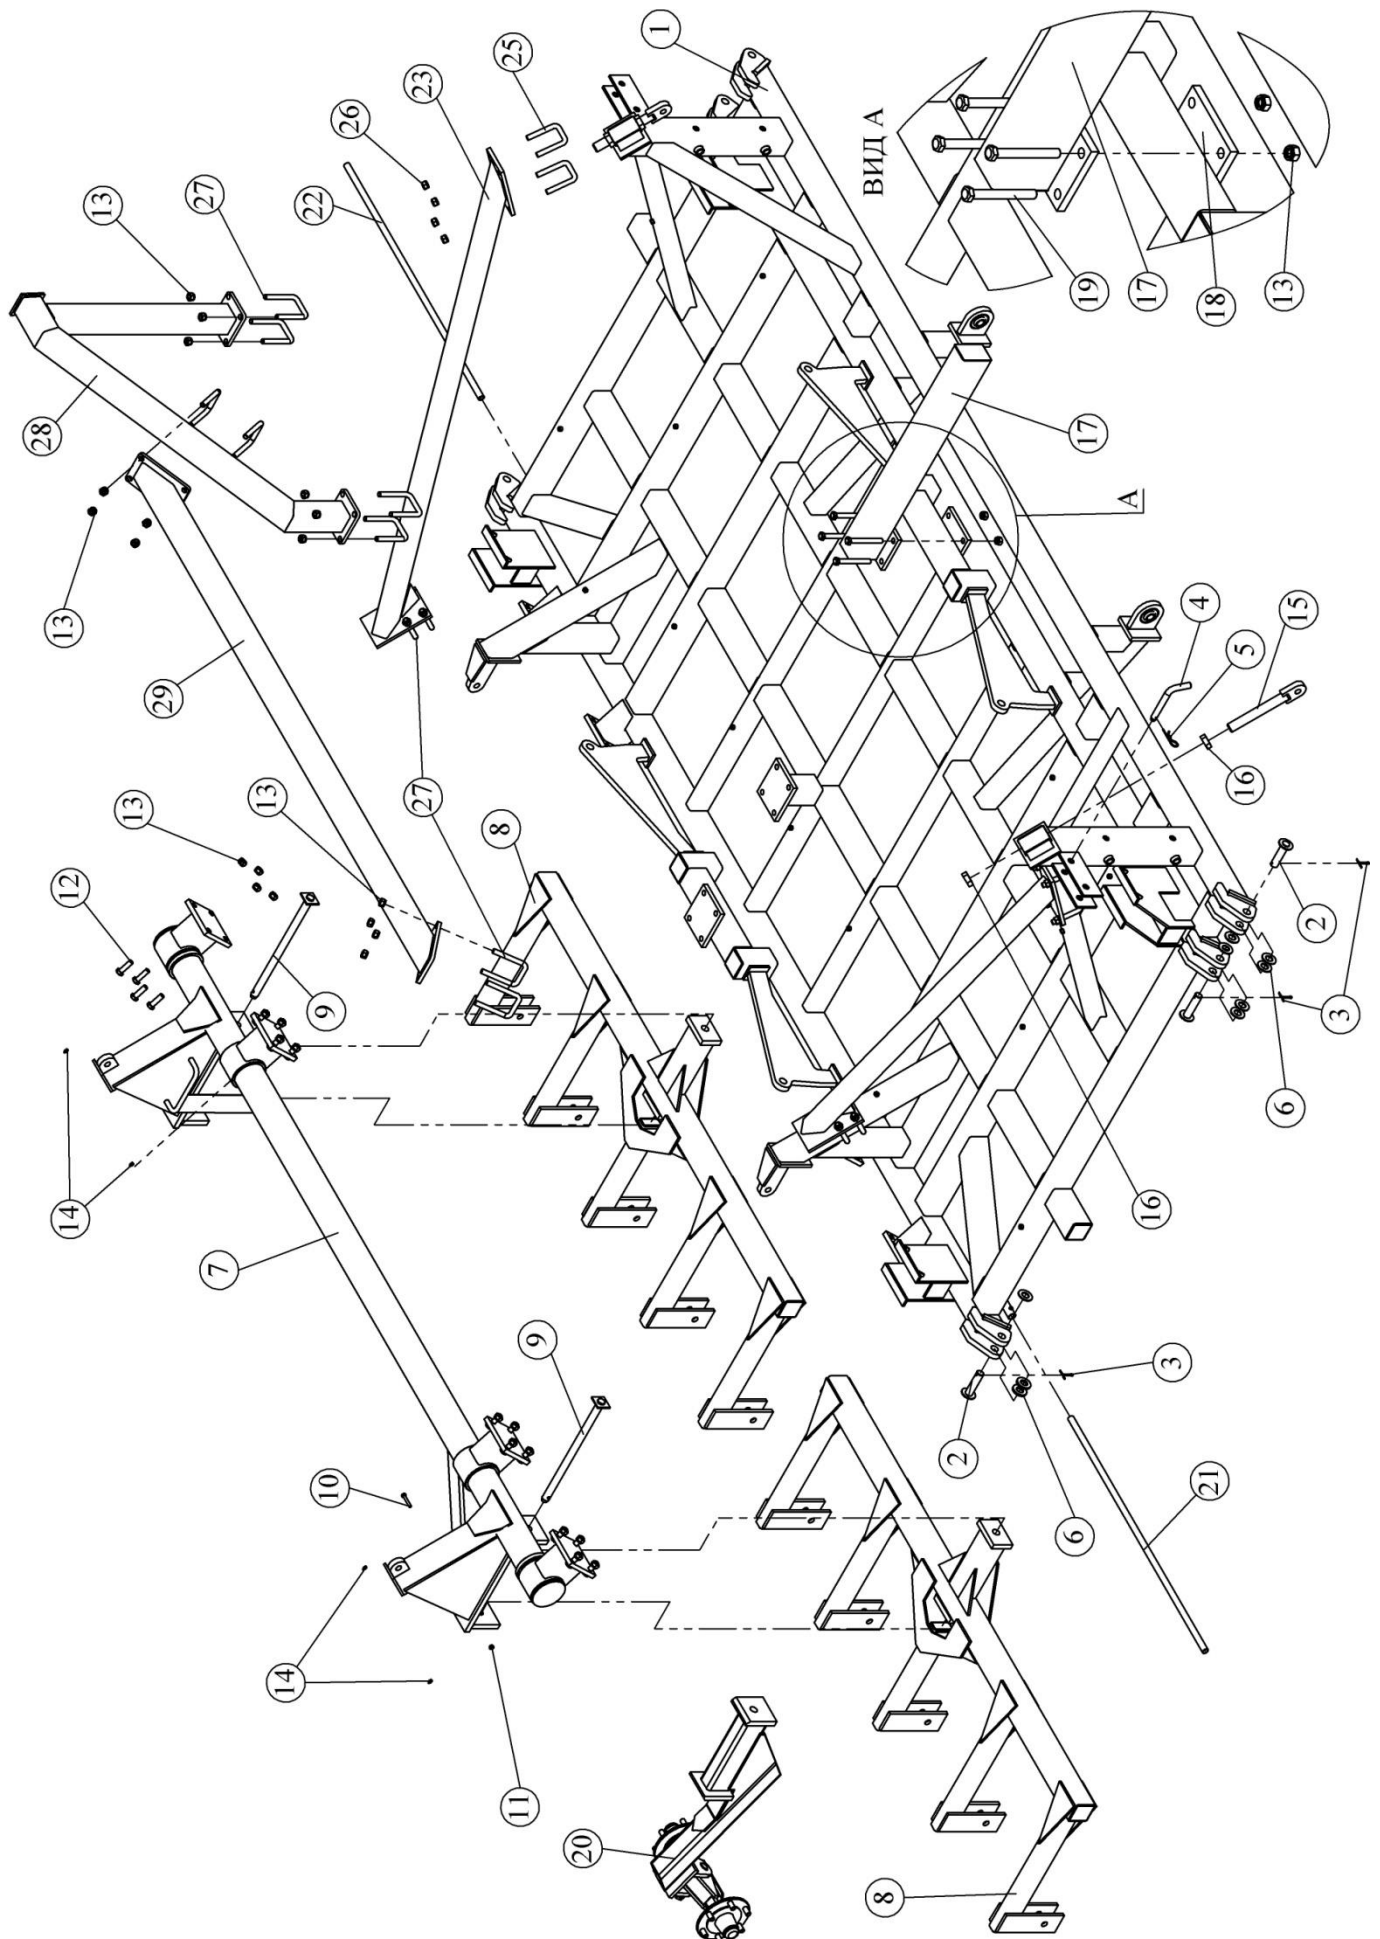

Рис. 7.1.1. Главная рама с поворотным валом и подвеской прикатывающих колес
7.1.1. Главная рама с поворотным валом и подвеской прикатывающих колес (рис. 7.1.1)